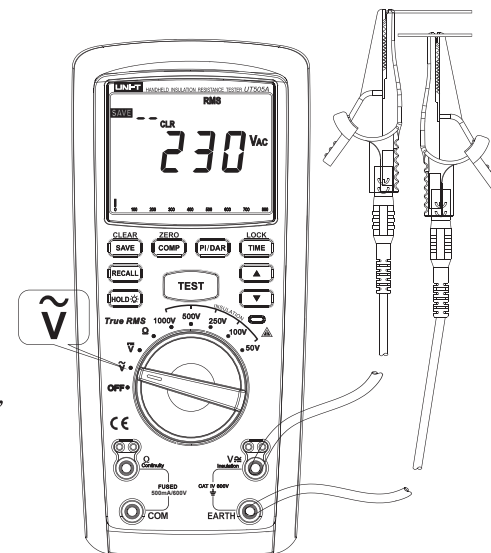

图4
1、交流电压测量(见图4)
- ① 将红色表笔插入“ $\sim V$ ”插孔(红色孔)，黑色表笔插入“EARTH”插孔(黑色孔)。
- ② 将转盘开关旋转置“ $V\sim$ ”档位，并将表笔并联到待测电源或者负载两端上。
- ③ 从显示屏上即可读出当前的交流电压测量值。
- ④ 在测量过程中如果想保存测量电压值只需按下“SAVE”按钮即可保存